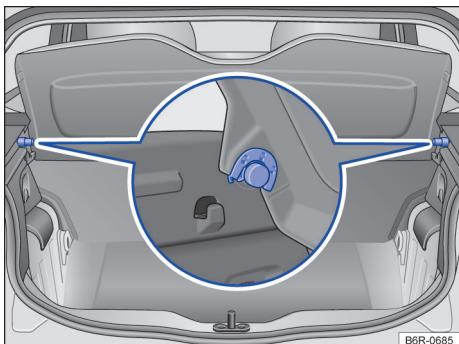

Fig. 98 No compartimento de bagagem: remover e instalar a cobertura do compartimento de bagagem.
- Retirar a cobertura do compartimento de bagagem dos suportes laterais por cima → **Fig. 98**.
- Pressionar a cobertura do compartimento de bagagem nos suportes laterais para baixo → **Fig. 98**.